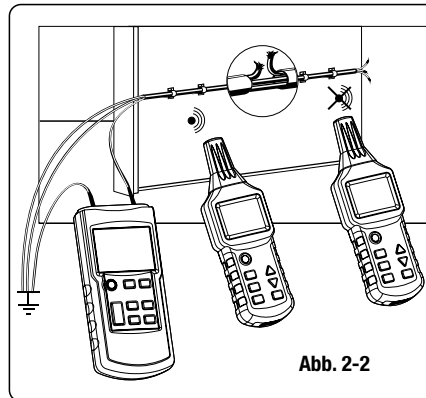

Abb. 2-2
Im vorliegenden Beispiel nehmen Sie bitte ein Stück abgeschirmtes Kabel mit einem Querschnitt von 1,5 mm². Installieren Sie 5 m dieses Kabels provisorisch auf dem Putz einer Wand entlang mit Nagelschellen in Augenhöhe. Vergewissern Sie sich, dass die Wand von beiden Seiten aus zugänglich ist. Erzeugen Sie eine künstliche Unterbrechung in einem Abstand von 1,5 m vor dem Anschluss. Die Leitungsanschlüsse müssen offen sein. Manteln Sie die unterbrochene Ader am Anfang des vom Licht abgeschirmten Kabels ab und schließen Sie es über die (mitgelieferten) Prüflleitungen an die Öffnung (10) des Transmitters an. Schließen Sie den Anschluss (11) des Transmitters an eine geeignete Erde an. Alle anderen Adern des Kabels müssen ebenfalls an den Transmitter und dieselbe Erde angeschlossen werden (siehe Abb. 2-2). Schalten Sie den Transmitter über die Taste (2) ein. Wenn das LCD-Display des Transmitters das Eingangsbild anzeigt, ertönt der Summer. Drücken Sie die Taste (3) des Transmitters, um zu dem Bild für die Einstellung der Sendeleistung zu gelangen, und drücken Sie dann die „Auf“-Taste (7) oder die „Ab“-Taste (6), um die Sendeleistung auszuwählen (Leistung I, II oder III). Nachdem die Leistung eingestellt ist, drücken Sie zum Verlassen des Bildes die Taste (3). Falls Sie den Übertragungs-Code ändern möchten, drücken Sie die Taste (5) des Transmitters ungefähr eine Sekunde lang, und drücken Sie dann die „Auf“-Taste (7) oder die „Ab“-Taste (6), um den Übertragungs-Code (F, E, H, D, L, C, O oder A, standardmäßig F) auszuwählen. Drücken Sie zum Verlassen die Taste (5). Drücken Sie dann die Taste (4) zum Senden der Informationen. In diesem Moment breiten sich die konzentrischen Kreise (7) auf dem LCD-Display graduell aus, das Symbol (8) zeigt den vom Transmitter empfangenen Übertragungs-Code und das Symbol (9) die Signalintensität an. Drücken Sie die Taste (4) des Empfängers, um den Empfänger einzuschalten. Wenn das LCD-Display des Empfängers das Eingangsbild anzeigt, ertönt der Summer, und der Empfänger geht standardmäßig auf den Automatik-Modus. Bewegen Sie die Sonde des Empfängers langsam entlang des Kabels bis zur Unterbrechung. Wenn das Symbol (3) des Empfängers die Sendeleistung anzeigt, zeigt (8) den vom Transmitter übertragenen Code und (9) die dynamische Signalintensität an, und der Lautsprecher ändert seinen Ton zusammen mit der Änderung in der Signalintensität. Wenn die Sonde des Empfängers die Unterbrechung passiert, zeigt sich in der von (9) und (6) angezeigten Signalintensität ein deutlicher Abfall, bis sie völlig verschwindet. Drücken Sie in diesem Moment die Taste „MANUAL“ (8) des Empfängers, um zum manuellen Modus umzuschalten, und nutzen Sie dann die Tasten (9) und (10), um die Empfindlichkeit so weit wie möglich zu reduzieren, während Sie gleichzeitig sicherstellen, dass (8) am Display des Empfängers die vom Transmitter übertragenen Code anzeigen kann. Dies ist dann der Bereich, wo die Unterbrechung gefunden wurde.